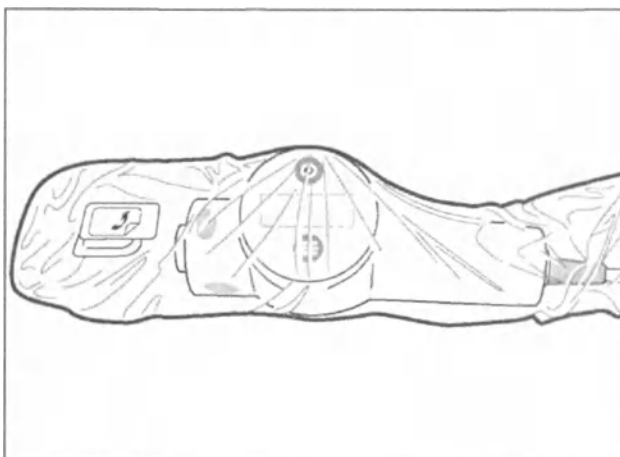

Рисунок 6. Нормальное положение пакета
7. Для правильного расположения пакета перемещение MDU5 PLUS внутри пакета прекращается при достижении плотного прилегания. Стерильному оператору не нужно продвигать MDU5 PLUS до лицевой панели пакета. Наличие пространства между передней частью MDU5 PLUS и лицевой панелью пакета считается нормальным (Рисунок 6).